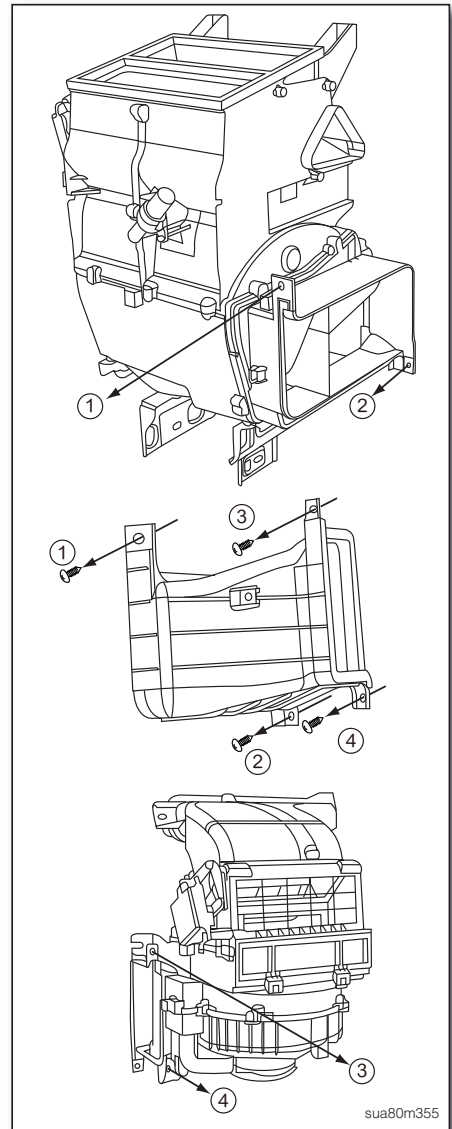

图37
10. 拆下连接导管固定螺丝①~④ (如图37), 并取下连接导管。